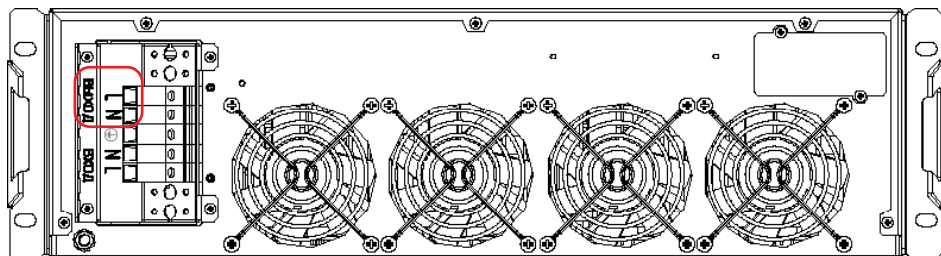

Рисунок 28. Стабилизаторы Штиль IS8000RT и IS10000RT. Выводы «Выход L-N»
- у моделей IS8000RT и IS10000RT к выводам «Выход L-N» (**рисунок 28**).